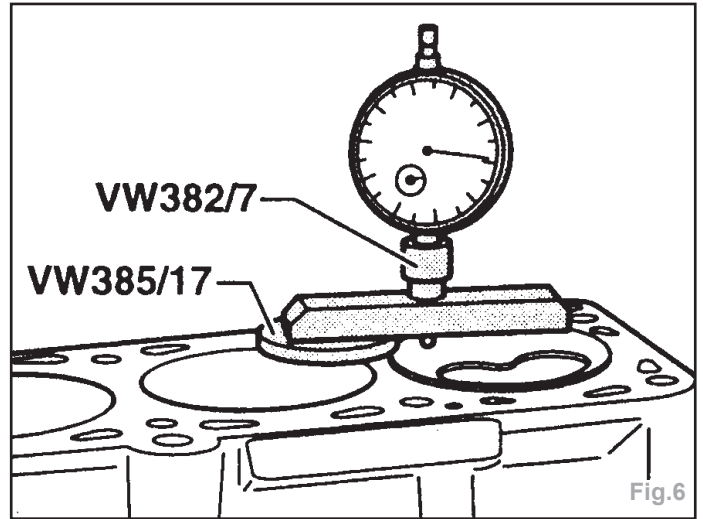

Fig.6
- Affleurement des pistons au PMH (Fig.6).